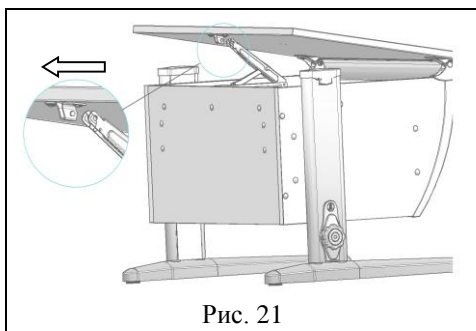

Рис. 21
5.5.2. Фиксатор столешницы Multiflex верхней частью ввести в кронштейн верхний, согласно рис. 21; 21а.
Рис. 21а